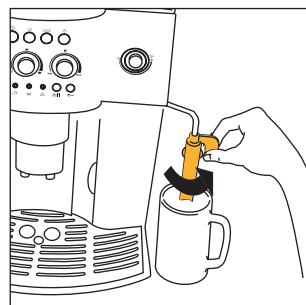
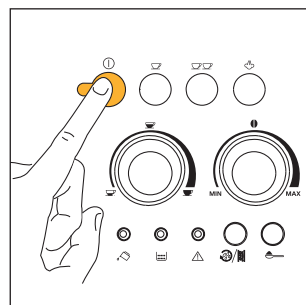

Fig. 3
Fig. 4
2. Vrid cappuccinoröret utåt och ställ en kopp under det (fig. 3). Sätt på maskinen genom att trycka på knappen ① (fig. 4).
- Vrid cappuccinoröret utåt (fig. 3).
- Placera en behållare under cappuccinoröret (fig. 3).
- Vrid cappuccinöröret utåt (fig. 3).